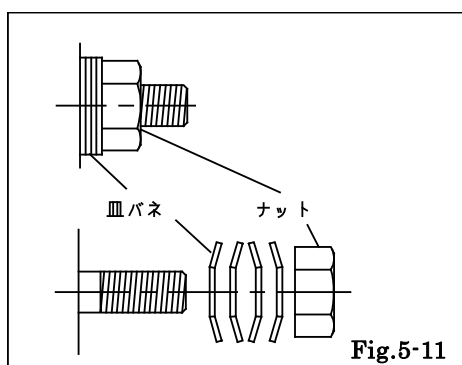

Fig.5-11
- ・皿バネの取り付け方向に注意すること。〔Fig.5-11〕